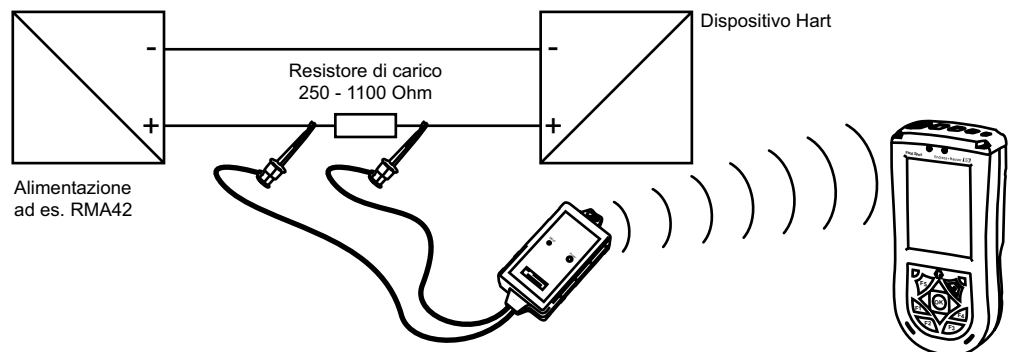

Fig. 3-2: Connessione mediante resistore di carico
- nel caso di un alimentatore normale, es. RMA42: connessione mediante un resistore di carico 270  $\Omega$  (250  $\Omega$  – 1100  $\Omega$ ) collegato al loop come mostrato in Fig. 3-2